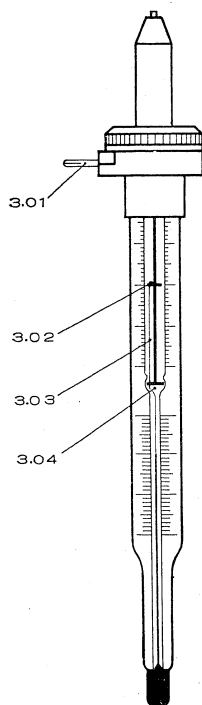

Abb. 3: Kontaktthermometer zum Universalthermostat U 8
3. Kontaktthermometer (Abb. 3 und 1)